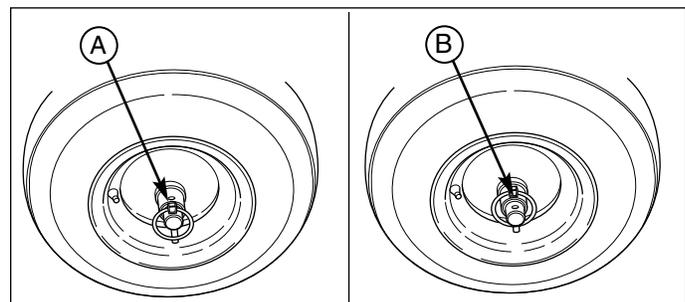

Figure 6. Verrou de la commande de traction
Afin de tourner facilement pendant que vous poussez la souffreuse, débrayez la roue droite en utilisant l'ergot d'arrêt (voir figure 6).
2. Pour **DEBRAYER** le verrou de la commande de traction, insérez l'ergot d'arrêt (A, figure 6) dans le trou externe de l'axe droit. La machine peut désormais être poussée avec une résistance minimale.
3. Pour **EMBRAYER** le verrouillage de la commande de traction, alignez le trou du moyeu avec le trou interne de l'axe, et installez l'ergot d'arrêt (B).